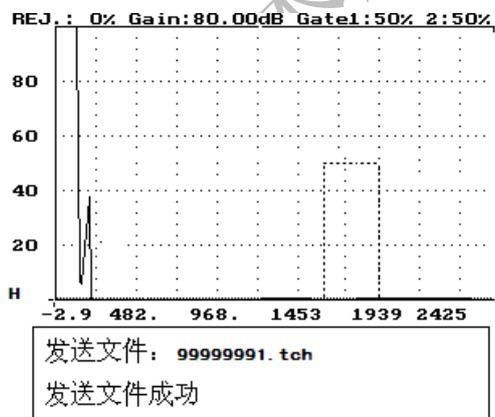

图 27-3
- ③、a、按进入键或退出键——发送所选择的文件，此时屏幕上显示：“发送文件：X.Y”（其中 X 为数字 0-99999999Y 为文件名后缀 pro、dat 或 tch）。如果发送文件成功，则在屏幕上显示出：“发送文件：X.Y 发送文件成功”，如图 27-3 所示。同时探伤仪 A 的屏幕上将显示：“接收文件成功”并进入等待状态，等待探伤仪 B 发送下一个文件。
- ③、a、按进入键或退出键——发送所选择的文件，此时屏幕上显示：“发送文件：X.Y”（其中 X 为数字 0-99999999Y 为文件名后缀 pro、dat 或 tch）。如果发送文件成功，则在屏幕上显示出：“发送文件：X.Y 发送文件成功”，如图 27-3 所示。同时探伤仪 A 的屏幕上将
显示出：“发送文件：X.Y 发送文件成功”，如图 27-3 所示。同时探伤仪的屏幕上将显示：“接收文件成功”并进入等待状态，等待计算机发送下一个文件。